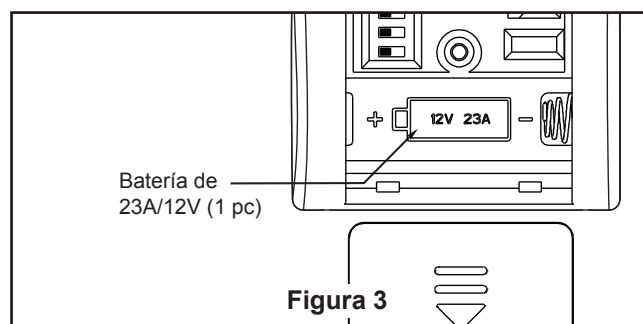

Figura 3
3. Ensamble el ensamble del kit de iluminación en la placa del adaptador del ensamble de motor. Vuelva a colocar el tornillos retirados previamente y apriete todos los tres tornillos. (Figura 3)
3. Para que el ventilador sea funcional, instale las pila (incluidas) de 23A/12V en el transmisor del mando a distancia. Mientras el ventilador esté apagado. A continuación, siga el proceso de fijación remota de código. Si no se utiliza el ventilador durante un largo periodo de tiempo, extraiga la batería para evitar cualquier daño al transmisor. Almacene el mando a distancia en un lugar alejado del calor o la humedad excesiva. (Figura 3)